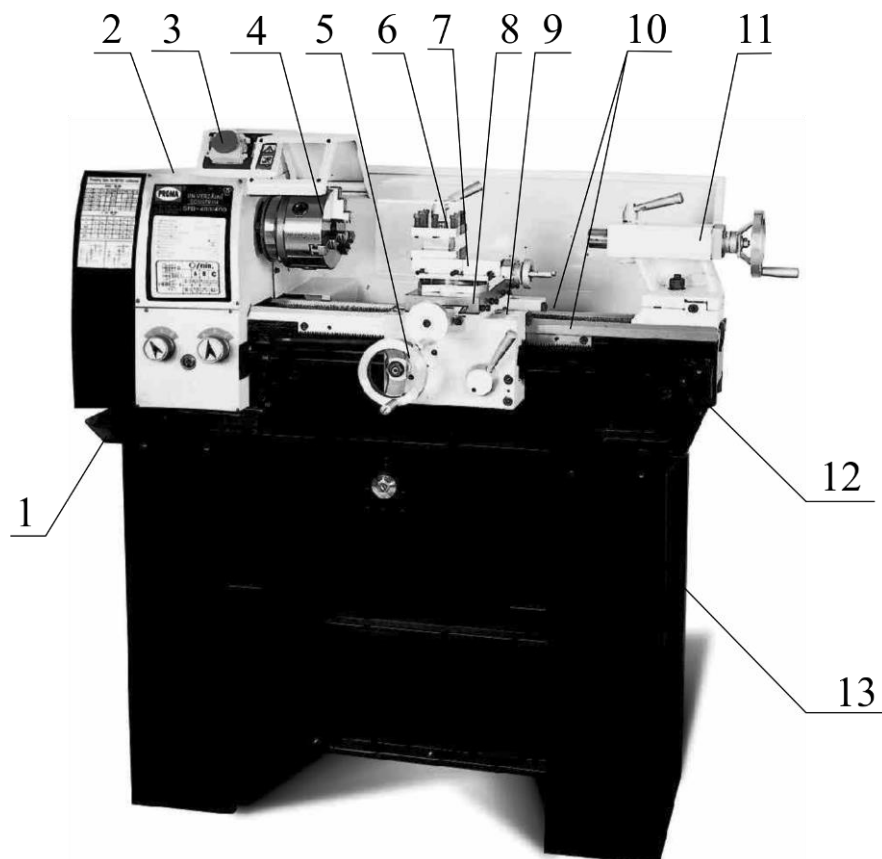

Рисунок 2.
3.3. Основные узлы и детали оборудования (см. рис. 2).
3.3 Краткое описание конструкции оборудования (см. рис. 2).